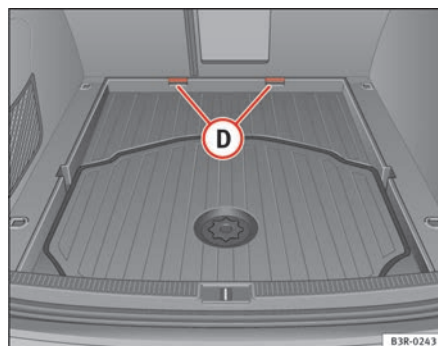

Fig. 125 Superfície de carga aumentada
- Retire a superfície de carga dos suportes (D) ⇒ fig. 125 e puxe-a no sentido da parte traseira do veículo.